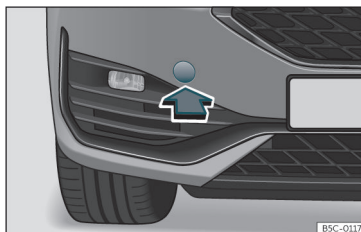

Fig. 47 Sul lato destro del paraurti anteriore: estrarre il coperchio.
L'alloggiamento dell'occhiello di traino avvitabile si trova sul lato destro del paraurti anteriore, dietro a uno sportellino >>> fig. 47.
- Togliere il coperchietto premendolo in basso e lasciarlo agganciato al veicolo >>> fig. 47.